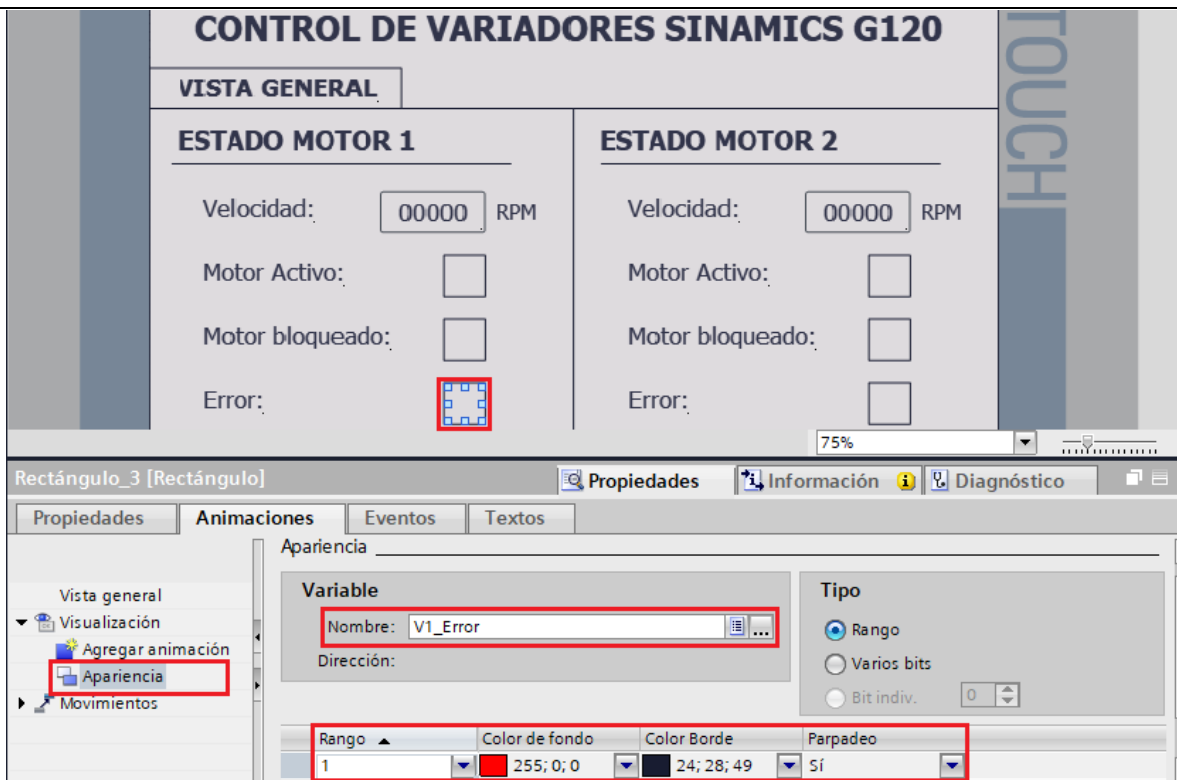

Figura 42. Configuración estado Error.
- En “Rango” seleccionar “**1**”, en “Color de fondo” seleccionar el color “Rojo” y en “Parpadeo” seleccionar “**Si**” (ver Figura 42).